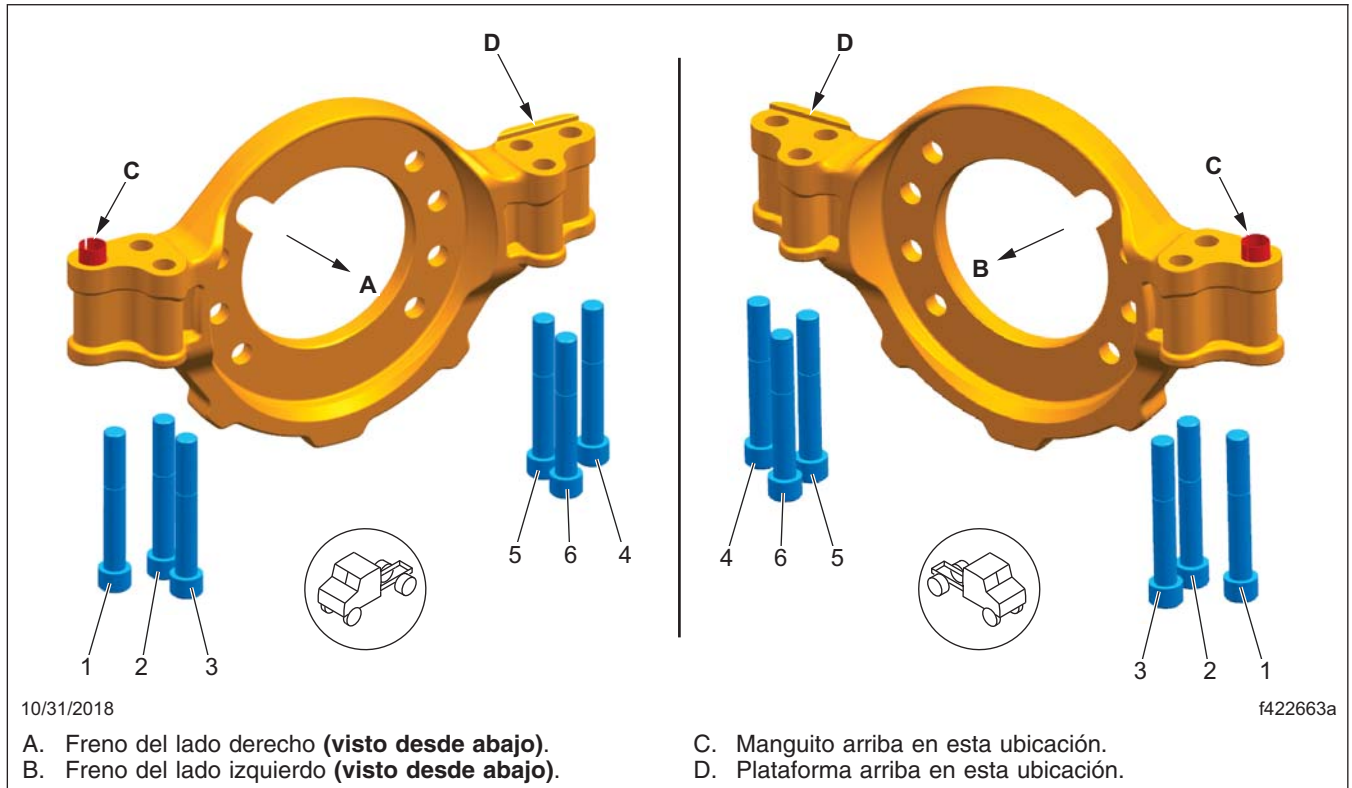

Figura 7, Patrón de apriete de mordazas de montaje radial Bendix (visto desde abajo)
4. Ajuste una llave dinamométrica a 200 lbf (271 N·m) y apriete los pernos de montaje de la mordaza siguiendo el patrón de apriete mostrado en la **Figura 7**. Si no giran, no es necesario ningún trabajo adicional. Si giran, lleve el vehículo a un concesionario Freightliner autorizado para que